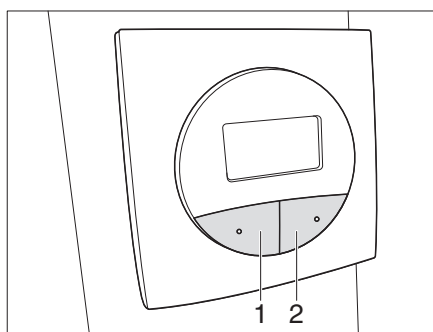

Fig. 40 Panneau antenne parabolique Teleco
- Appuyer **deux fois** sur la touche SAT (Fig. 40,2). L'antenne parabolique se déploie et recherche automatiquement le satellite sélectionné.
- Appuyer sur la touche PARK (Fig. 40,1). L'antenne parabolique est rentrée.